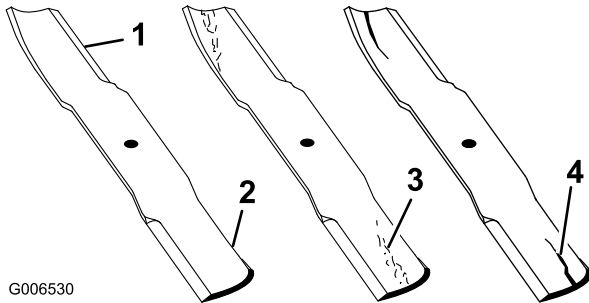

Bild 87
1. Untersuchen Sie die Schnittkanten (Bild 87). Entfernen und schärfen Sie die Messer, wenn die Schnittkanten nicht scharf sind oder Auskerbungen aufweisen. Siehe Schärfen der Messer (Seite 65).
2. Prüfen Sie die Schnittmesser, insbesondere den gebogenen Bereich (Bild 87). Wenn Sie Schäden, Verschleiß oder Rillenbildung in diesem Bereich feststellen (Bild 87), sollten Sie sofort ein neues Schnittmesser einbauen.